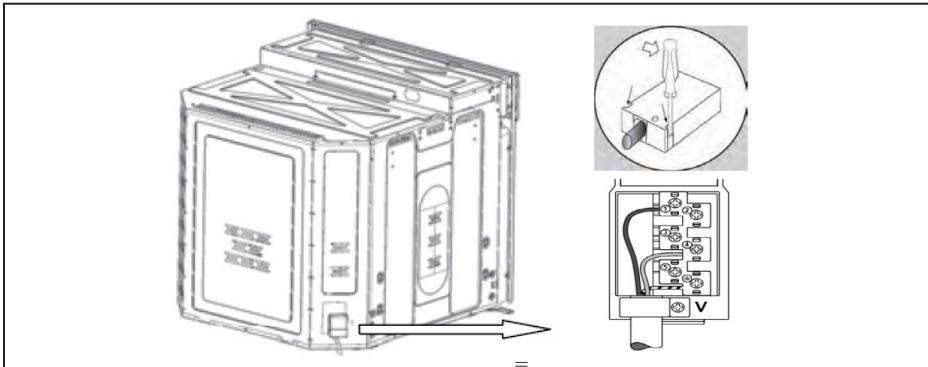

Рис.2
1. Откройте клеммную коробку при помощи отвертки, поместив ее под боковыми шпонками на крышке, потяните и откройте крышку (**см. рис. 2**).
**СИНИЙ - (N)**
**КОРИЧНЕВЫЙ - (L)**
**ЖЕЛТО-ЗЕЛЕНЫЙ – заземление (L)**